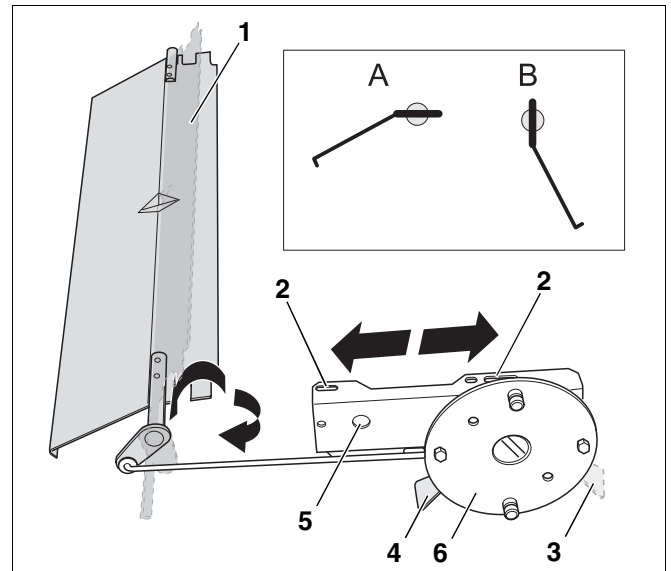

Abb. 12 Klappen AK 114/AK 204 justieren
Sie müssen die Position der Klappe über das Spiel der Langlöcher der Konsole justieren (Abb. 12, Seite 11).
Das Justieren der Klappe verläuft bei allen Abgassperrklappen AK 114, AK 204, AK 304 sowie AK 334 gleich (Abb. 12).
- Handhebel der Konsole auf die Stellung „AUF“ (Abb. 12, **Pos. 4**) stellen.
Die Fläche am Drehpunkt der Klappe (Abb. 12, **Pos. 1**) muss in der Stellung „AUF“ (Abb. 12, **Stellung A**) waagrecht stehen.
- Stellung „AUF“ (Abb. 12, **Stellung A**) der Klappe überprüfen, ggf. Klappe (Abb. 12, **Pos. 1**) durch vor- oder zurückziehen der Konsole (Abb. 12, **Pos. 5**) justieren.
Die Fläche am Drehpunkt der Klappe muss in der Stellung „ZU“ (Abb. 12, **Stellung B**) senkrecht stehen.
- Stellung „ZU“ (Abb. 12, **Stellung B**) der Klappe (Abb. 12, **Pos. 1**) überprüfen, ggf. Klappe durch vor- oder zurückziehen der Konsole (Abb. 12, **Pos. 5**) justieren.
- Überprüfen Sie nach den Justierarbeiten, dass der Handhebel die Endlagenstellungen „ZU“ und „AUF“ (Abb. 12, **Pos. 3** und **4**) der Abschirmplatte (Abb. 12, **Pos. 6**) ungehindert erreicht.
Der Stellmotor besitzt zwei Endlagen, die den Stellmotor in der Stellung „AUF“ (Abb. 12, **Stellung A**) und „ZU“ (Abb. 12, **Stellung B**) abschaltet und somit vor einer Überlastung schützt (Abb. 12, Seite 11).
Der Heizkessel kann erst in Betrieb gehen, wenn der Stellmotor in der Endlagenstellung „AUF“ steht und abgeschaltet hat (Abb. 12, Seite 11).